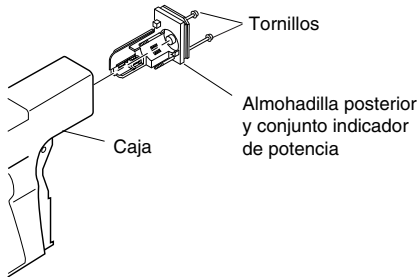

Figura 6 - Retiro del conjunto almohadilla posterior e indicador de potencia
2. Hale el conjunto almohadilla posterior e indicador de potencia sacándolo de la caja (vea la Figura 6).